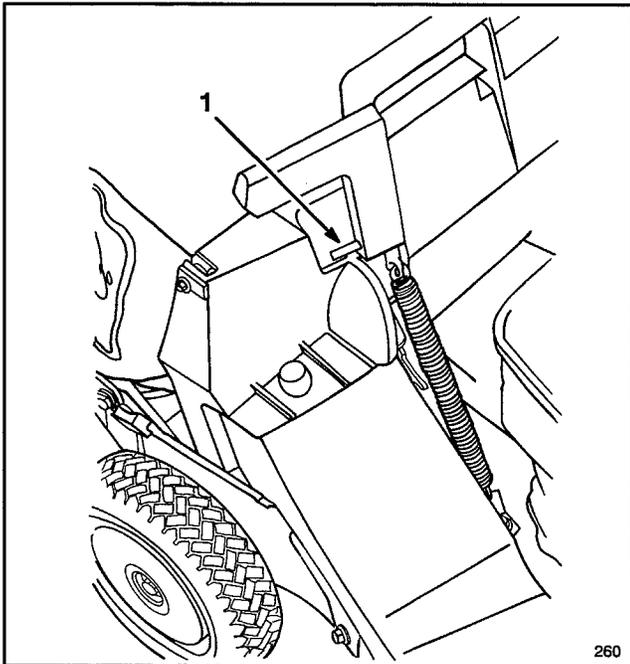

Figure 15
4. Tirer la poignée du volet d'éjection vers l'avant pour dégager le goujon de l'arrêt, puis repousser la poignée vers l'arrière pour bloquer le goujon dans l'encoche du sac (Fig. 15). Le volet d'éjection dans le carter de la tondeuse est maintenant ouvert.